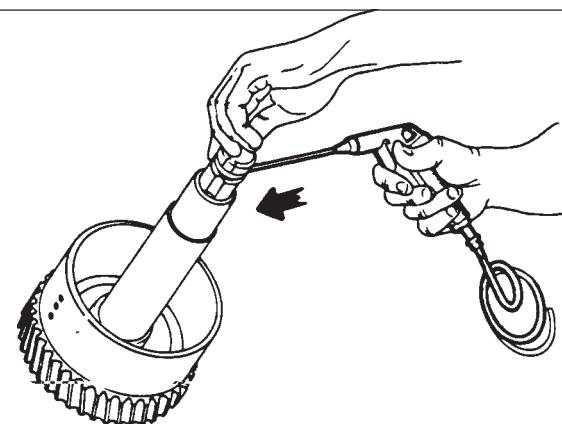

Fig. 22
- 8) Con pistola ad aria soffiare nei fori in coda all'albero fino ad ottenere l'espulsione del pistone (68). Togliere gli anelli OR (49) e (69) che in fase di montaggio dovranno essere sostituiti con nuovi (Fig. 22).
- 9) Con un estrattore speciale a griffe per esterno impegnato sui rulli, estrarre il cuscinetto (50).
- 8) Remove clutch piston (68) from clutch housing gear by means of an airblow. Remove the oil seal rings (49) and (69), which on re-assembly must be replaced with newones (Fig. 22).
- 9) By means of a suitable puller, remove taper roller bearing (50) inner race from shaft.